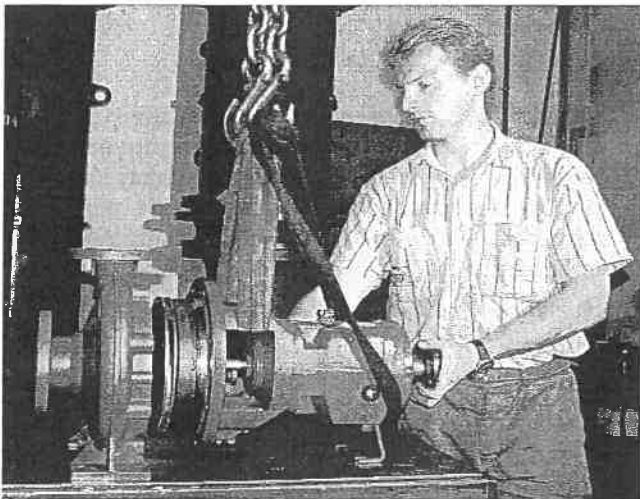

Figura 9
- Allentare le viti di tutte le linee di tenuta o raffreddamento e scaricare l'olio lubrificante dalla staffa di supporto (330) per mezzo dell'apposita vite di scarico olio (903.51).
- Allentare le viti sul piedino di appoggio (183) sul telaio di fondazione.
- Agganciare il gruppo rotante al sistema di sollevamento in modo che durante lo smontaggio il gruppo rotante non spinga verso il basso o prema verso l'alto all'interno del corpo a chiocciola. Esempio di fissaggio, vedi Figura 9.